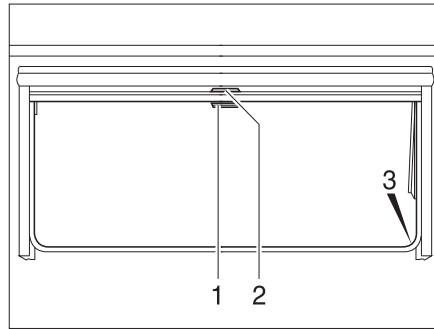

Fig. 76 Ventana abatible
- Tirar del asidero (Fig. 76,2) de la persiana oscurecedora enrollable hacia abajo. Cuando la persiana oscurecedora enrollable se cierre por completo, encajarla en el bloqueo (Fig. 76,3) a ambos lados del marco de la ventana.
- Cuando la persiana oscurecedora enrollable está completamente cerrada: Presionar el tirador (Fig. 76,2) hacia abajo y tirarlo ligeramente hacia dentro. Desenganchar la persiana oscurecedora enrollable de los bloqueos a izquierda y derecha del marco de la ventana.
- Cuando la persiana oscurecedora enrollable se encuentre en una posición intermedia: Tirar ligeramente del asidero (Fig. 76,2) hacia abajo, hasta que se hay soltado el bloqueo.
- Tirar hacia abajo de la mosquitera enrollable (Fig. 76,1) y engancharla en el bloqueo (Fig. 76,3) a ambos lados del marco de la ventana.
- Presionar el tirador (Fig. 76,1) hacia abajo y tirarlo ligeramente hacia dentro. Desenganchar la mosquitera enrollable de los bloqueos a izquierda y derecha del marco de la ventana.